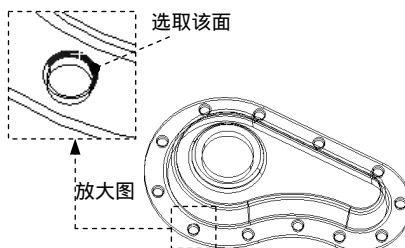

图 2.6.18 选取曲面 (三)
(1) 在图形区选中图 2.6.18 所示的曲面对象并右击，在弹出的快捷菜单中选择